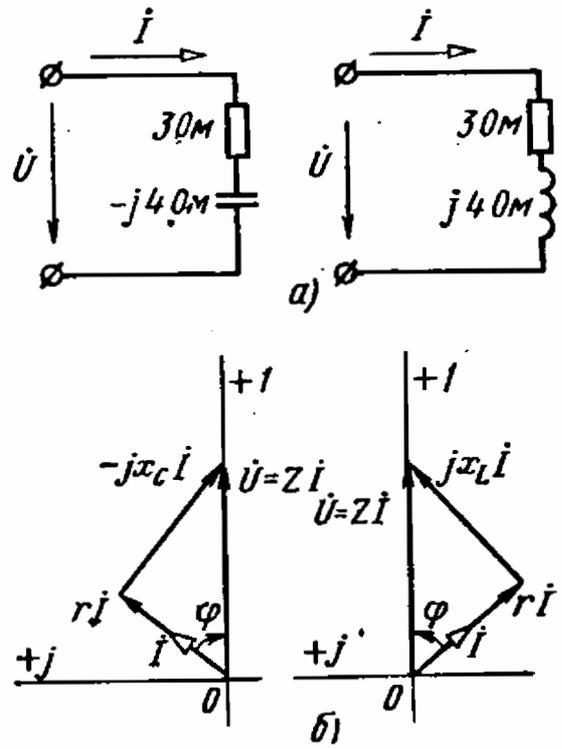

Рис. 3.16
3.16. Для цепей, схемы которых приведены на рис. 3.16, а, записать выражение комплексов сопротивлений. Найти комплексы токов и комплекс полной мощности, если напряжение $U = 100 \text{ В}$. Построить векторные диаграммы. Ответ дан в табл. 3.1.
Векторные диаграммы приведены на рис. 3.16, б.